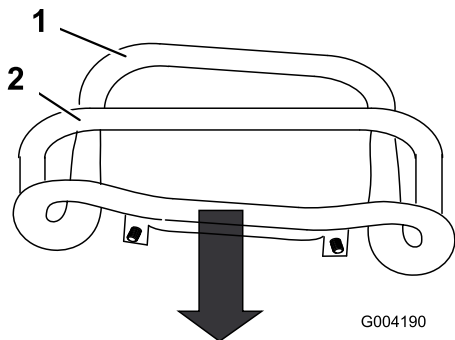

Рисунок 53
3. Потяните орган управления тягой назад, чтобы его передняя часть коснулась контрольной штанги (Рисунок 53).